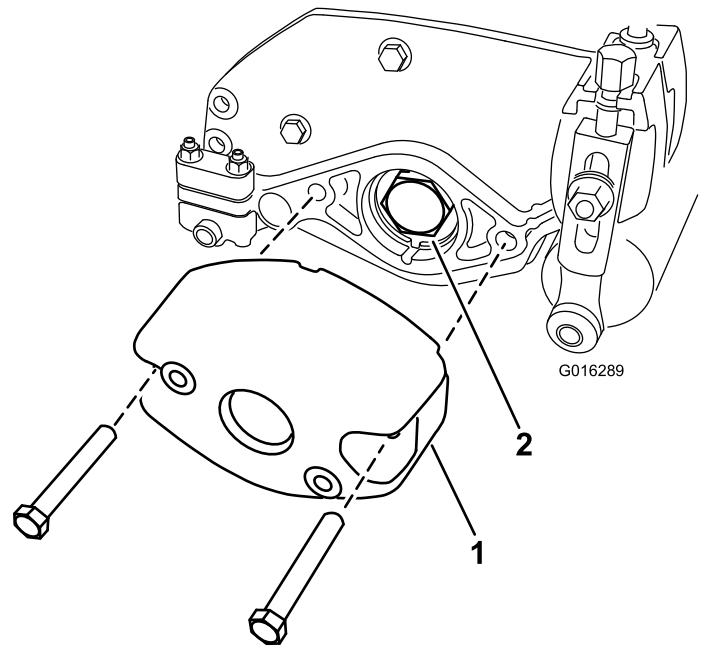

Figura 2
5. Retire los 2 pernos y tuercas que sujetan el contrapeso al extremo derecho de la unidad de corte. Retire el contrapeso (*Figura 2*).
6. Retire la tuerca del cojinete del eje del molinete (*Figura 2*).